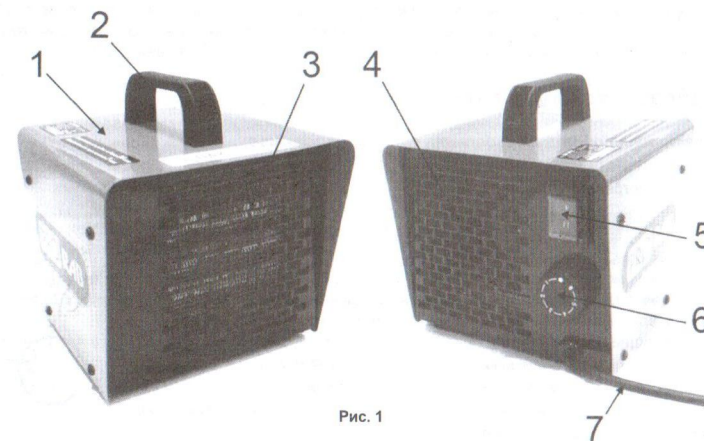

Рис. 1
- Установите клавишу выключателя/переключателя режимов работы (5)(См. Рис.1) в положение «0»
- Ручку термостата (6)(См. Рис. 1) повернуть в крайнее против часовой стрелки положение «0».
- Подключите сетевой шнур (7)(См. Рис.1) прибора к однофазной сети питания напряжением ~220 В / 50 Гц.
- Для включения тепловентилятора в один из режимов обогрева, клавишу переключателя режима работы (5)(См. Рис.1) следует установить в соответствующее положение «I» или «II».
- Ручкой термостата (6)(См. Рис.1) устанавливается требуемая температура воздуха в помещении.
- Для включения тепловентилятора в режим нагрева:** переведите выключатель (5) в положение «1» (ВКЛ / ON), а ручку термостата (6)(См. Рис. 1) в среднее положение.
- Для выключения тепловентилятора:** ручку термостата (6)(См. Рис.1) повернуть в крайнее против часовой стрелки положение «0».
- После этого установите клавишу выключателя (5)(См. Рис.1) положение «0».
- Когда температура в комнате достигнет нужного уровня, медленно поворачивайте ручку термостата (6)(См. Рис.1) против часовой стрелки, пока прибор не выключится, но не дальше.